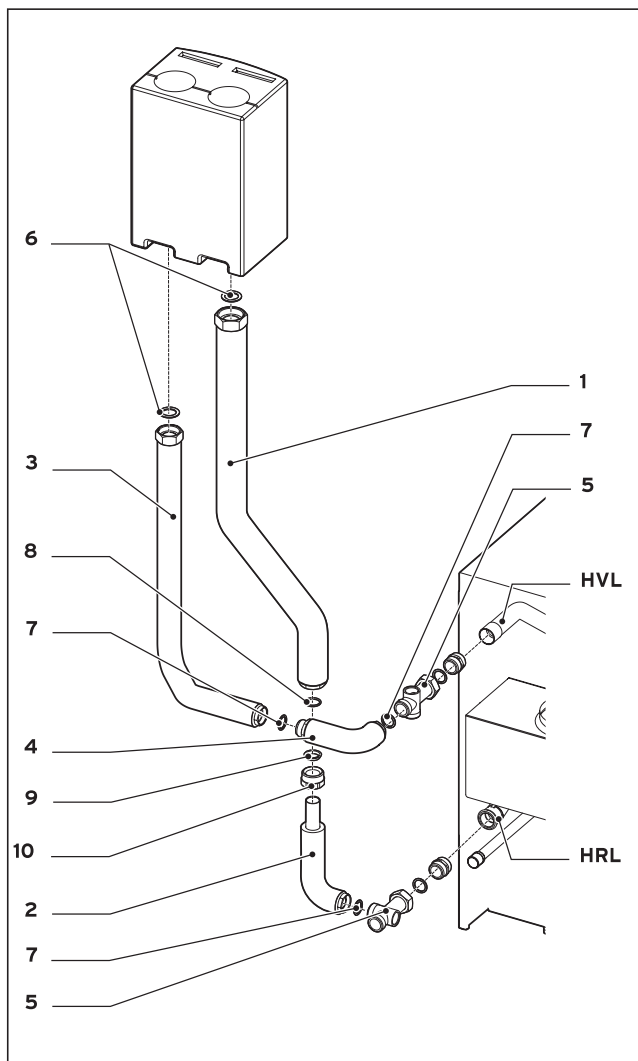

Рис. 2: Монтаж комплекта присоединительных труб на *atmoVIT exclusiv*, поперек к котлу
- Подающую трубу свинтить из обеих трубных элементов (3) и (4).
- Зажимной ниппель (10), зажимное кольцо (9) и кольцо круглого сечения (8) надеть на свободный конец трубы обратной линии 2 (2) (рис. 2).
- Трубу обратной линии собрать из обеих трубных элементов (1) и (2). В atmoVIT предварительно укоротить изоляцию сливной трубы 2 (2) приблизительно на 70 мм, т. к. глубина захождения трубы в этом случае больше, чем в atmoVIT exclusiv.